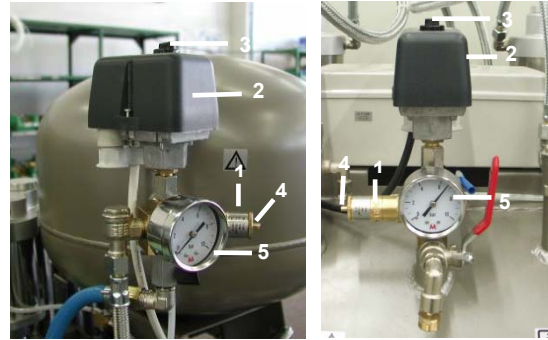
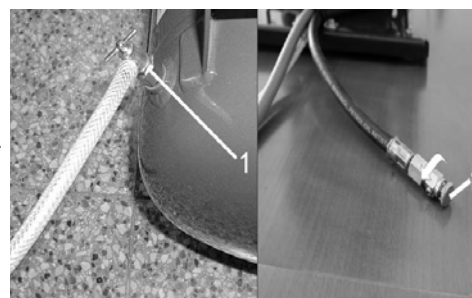

Рис.13
Рис.14
(Рис.13).
(Рис.13)
Компрессоры (Рис.14, Рис.15)
В том случае, если компрессор не будет применяться длительное время, рекомендуется слить конденсат из напорного резервуара и компрессор потом запустить в эксплуатацию примерно на 10 минут с открытым клапаном для слива конденсата (1) (Рис.14, Рис.15). Потом выключить компрессор выключателем (3) на реле давления (2) (Рис.13), закрыть клапан для слива конденсата и отсоединить оборудование от электросети.
- Отсоединить оборудование от электросети. Выпустить давление воздуха в напорном резервуаре, открывая клапан для выпуска конденсата (1) (Рис.14 Рис.15).